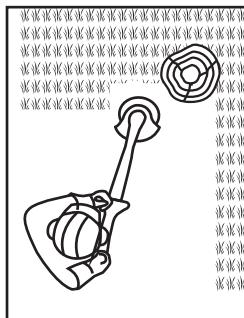

Fig. 19
- Trage în afară scutul pentru plante (13) pentru ca dispozitivul de tăiere să nu intre în contact cu obiecte dure precum pereți și borduri (fig. 19, 20).